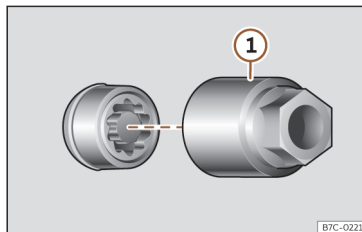

Fig. 240 Parafuso antirroubo com capa de proteção e adaptador.
- Encaixe o adaptador especial >>> **Fig. 240** (1) (ferramenta de bordo >>> Página 362) no parafuso antirroubo da roda até ao limite.